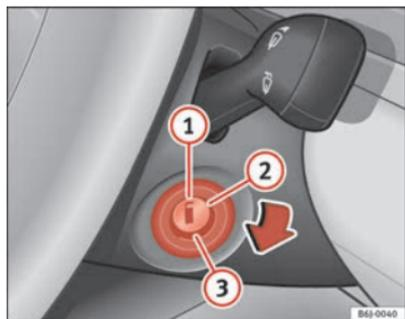

Fig. 94 Positions de la clé de contact
Dans cette position ⇒ fig. 94 l'allumage et le moteur sont déconnectés, ce qui peut bloquer la direction.
- Amenez la clé de contact en position ⇒ page 137, fig. 94 ②. Le témoin  s'allumera en cas de préchauffage du moteur.
- Lorsque le témoin s'éteint, tournez la clé en position ③ pour lancer le moteur sans appuyer sur l'accélérateur.
- Amenez la clé de contact en position ⇒ page 137, fig. 94 .